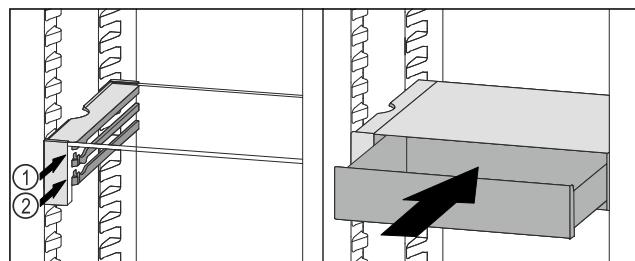

Fig. 94
- Встановити висувний ящик VarioSafe за стопорами на потрібне ребро *Fig. 94 (1)* або *Fig. 94 (2)*.